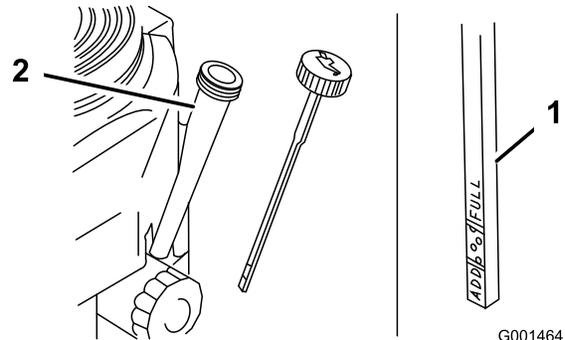

Figura 26
- Limpie alrededor de la varilla de aceite (Figura 26) para impedir que caiga suciedad por el orificio de llenado y cause daños en el motor.
- Desenrosque la varilla de aceite y limpie el extremo (Figura 26).
- Deslice la varilla a fondo en el tubo de llenado, pero no la enrosque en el tubo (Figura 26).
8. Vierta lentamente un 80% aproximadamente de la cantidad especificada de aceite por el tubo de llenado (Figura 26).